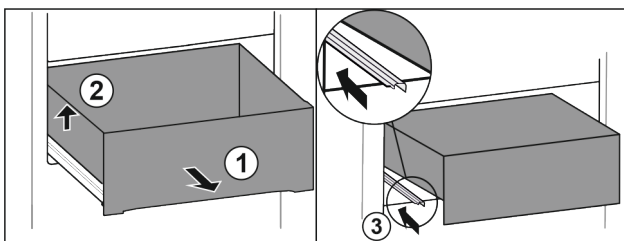

Fig. 159
- ▶ 将抽屉拉出至止挡。 Fig. 159 (1)
- ▶ 抬起抽屉左侧。 Fig. 159 (2)
- ▶ 推入左侧轨道。 Fig. 159 (3)